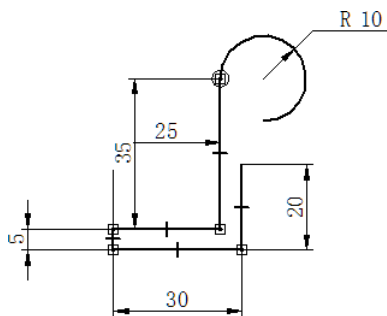

图 7.2.13 绘制圆弧
Step7. 在 **绘图** 区域中选择  命令，在 **半径(R):** 文本框中输入数值 10，并按下 Enter 键，在 **扫掠(S):** 文本框中输入数值 270，并按下 Enter 键，单击上一条竖直线的右侧放置该圆弧，结果如图 7.2.13 所示。